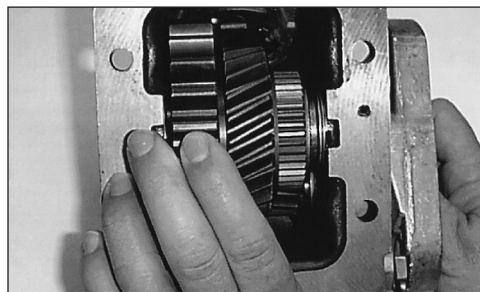

Fig. 4
3. Mueva con la mano el engranaje de accionamiento de la PTO en la transmisión (Fig. 3) y el engranaje de accionamiento del conjunto de la PTO (Fig. 4). Cuando se mueven los engranajes se obtienen dos datos importantes.